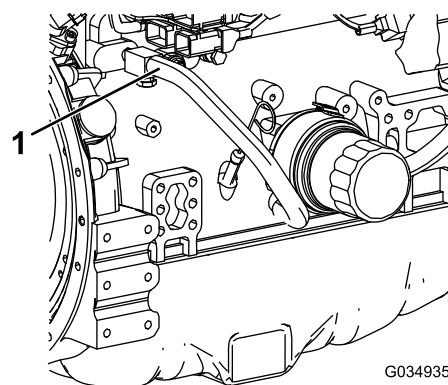

Figure 92
7. Débranchez le flexible de liquide de refroidissement du refroidisseur d'huile moteur (Figure 92).